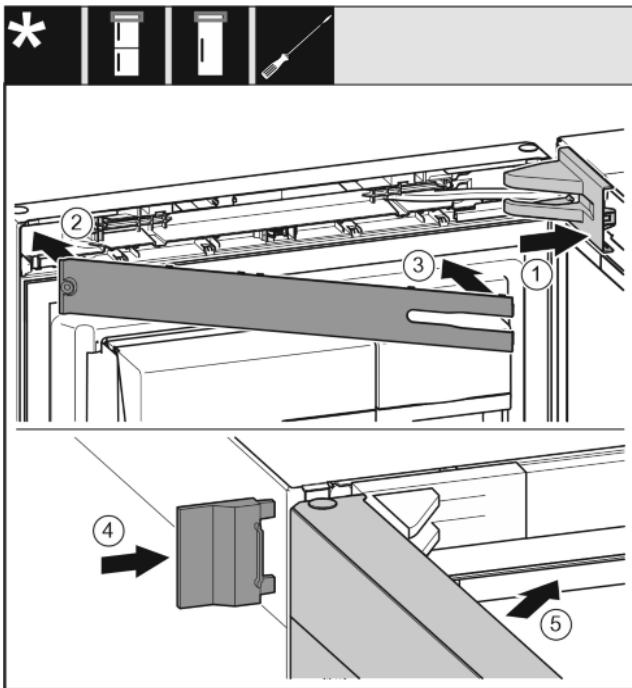

Fig. 40
- ▶ Helyezze fel és pattintsa be a csapágybak fedelét, szükség esetén óvatosan nyomja szét. Fig. 40 (1)
- ▶ Helyezze fel a lemezt. Fig. 40 (2)
- ▶ Fordítsa be és pattintsa be a lemezt. Fig. 40 (3)
- ▶ Tolja fel a külső fedelet. Fig. 40 (4)
- ▶ Csatolja be a felső ajtót. Fig. 40 (5)